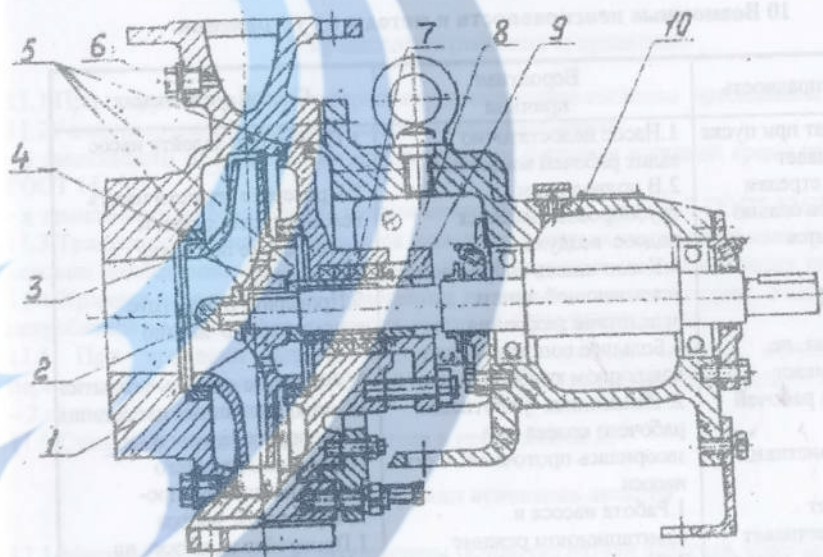

Рис. 1
9.1.2 Разборку насоса производите без отсоединения корпуса насоса от трубопроводов в следующем порядке. При разборке и сборке насоса пользуйтесь продольным разрезом насоса указанным на рис. 1 настоящего паспорта.